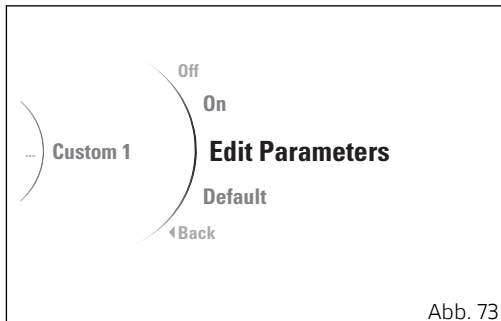

Abb. 73
- die Angabe „Edit Parameters“ (Abb. 73) markieren, dann die Taste ENTER drücken;